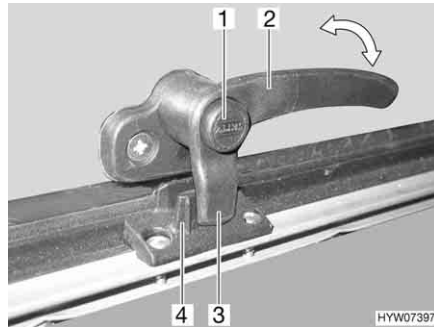
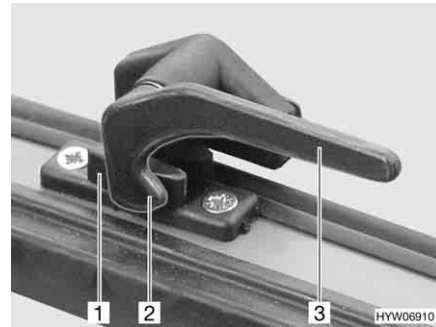

Bild 94 Verriegelungshebel mit Sicherungsknopf in Stellung "geschlossen"
Bild 95 Verriegelungshebel in Stellung "geschlossen"
- Wenn vorhanden, Sicherungsknopf (Bild 94, 1) drücken und gedrückt halten.
- Alle Verriegelungshebel (Bild 94, 2 oder Bild 95, 3) eine viertel Umdrehung zur Haubenmitte hin drehen.
- Alle Verriegelungshebel (Bild 94, 2 oder Bild 95, 3) eine viertel Umdrehung zum Rahmen hin drehen. Die Verriegelungsnase (Bild 94, 3 oder Bild 95, 2) liegt auf der Innenseite der Haubenverriegelung (Bild 94, 4 oder Bild 95, 1).
- in Stellung "fest verschlossen" (Bild 94 und Bild 95)